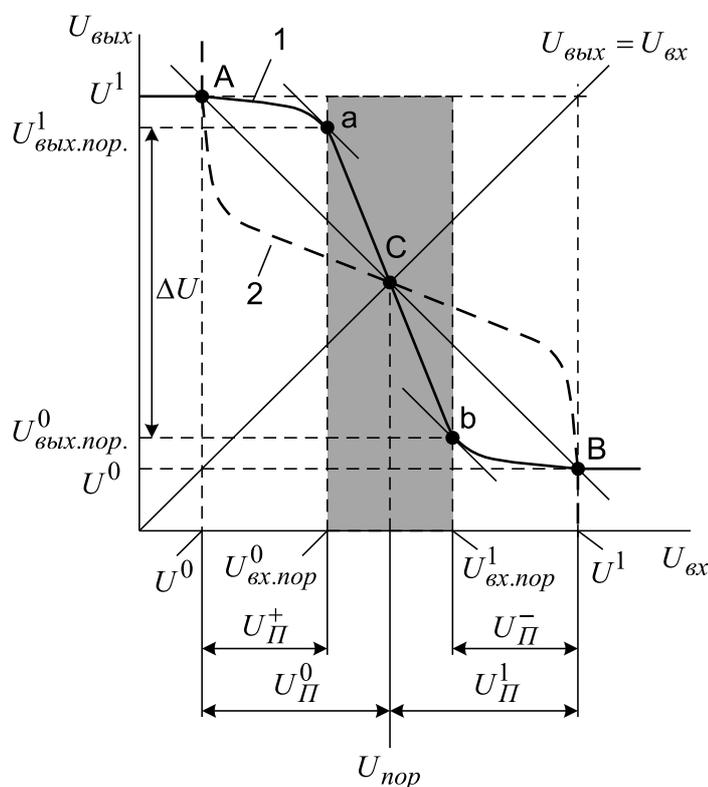

Рис. 2.1 – Передаточная характеристика инвертирующего элемента
Характеристика снимается для одного из входов ЦИМС, а остальные входы подключаются к цепи, в которой в зависимости от логической структуры элемента действуют уровни напряжения логического нуля или логической единицы при заданном количестве нагрузок  $k_{\text{раз}}$  на выходе элемента. В зависимости от вида передаточной характеристики различают инвертирующие и неинвертирующие логические элементы. Для инвертирующего элемента высокому уровню входного потенциала соответствует низкий, а для неинвертирующего — высокий уровень потенциала на выходе. Передаточная характеристика инвертирующего элемента представлена на рис. 2.1.
- $U_{\text{вых. пор}}^1$ ,  $U_{\text{вых. пор}}^0$  — значения выходных пороговых напряжений логических «1» и «0» соответственно, определяемых с помощью пороговых точек  $a$  и  $b$ , в которых дифференциальный коэффициент усиления по напряжению  $k_U = -1$  (рис. 2.1);